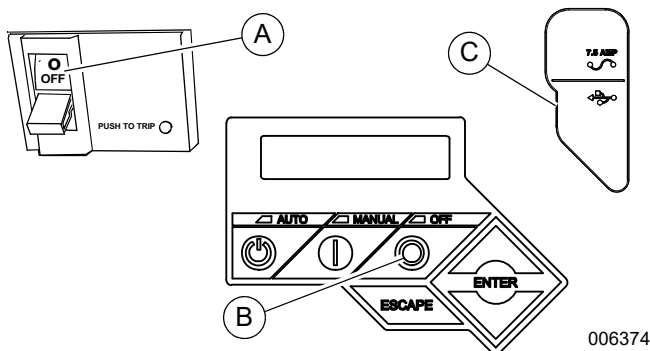

Figura 5-5. Panel de control del generador
2. Consulte la Figura 5-5. Ajuste el MLCB del generador (desconexión del generador) en la posición OFF (ABIERTO) (A).